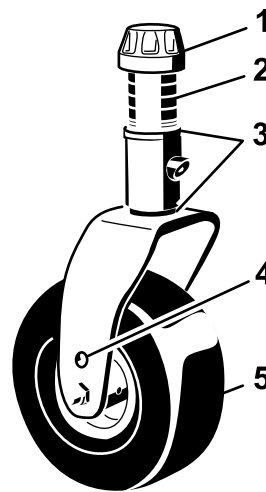

図 135
1. キャスタスピンドルシャフトからテンショニングキャップを外し、キャストアームからスピンドルを抜き出す 図 135。
テンショニングキャップとキャストフォークを外す 図 135。